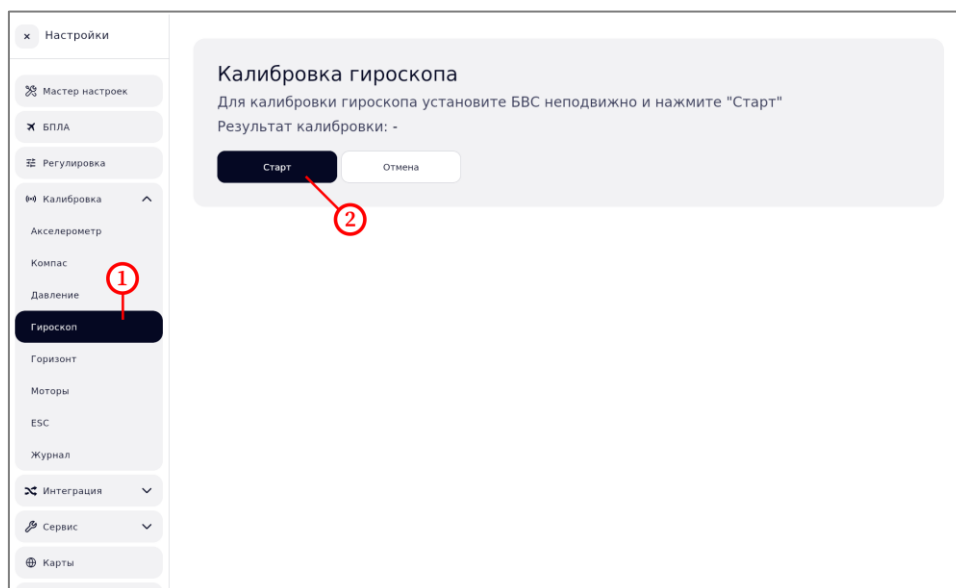

Рисунок 48 – Калибровка гироскопа
Необходимо перейти во вкладку «Гироскоп» (рисунок 48, шаг 1).
2. Нажать на кнопку «Старт» (рисунок 48, шаг 2). Калибровка выполнится автоматически.